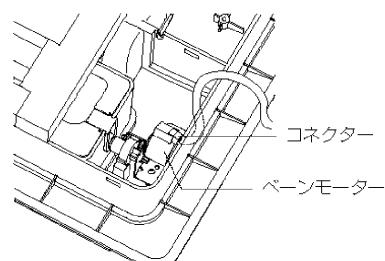
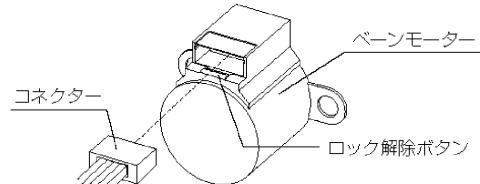

図20
図21
- ・ペーンに接続しているコネクターを外します。コネクターはロックされていますのでロック解除ボタンを押しながらコネクターを外します。（図20、図21）